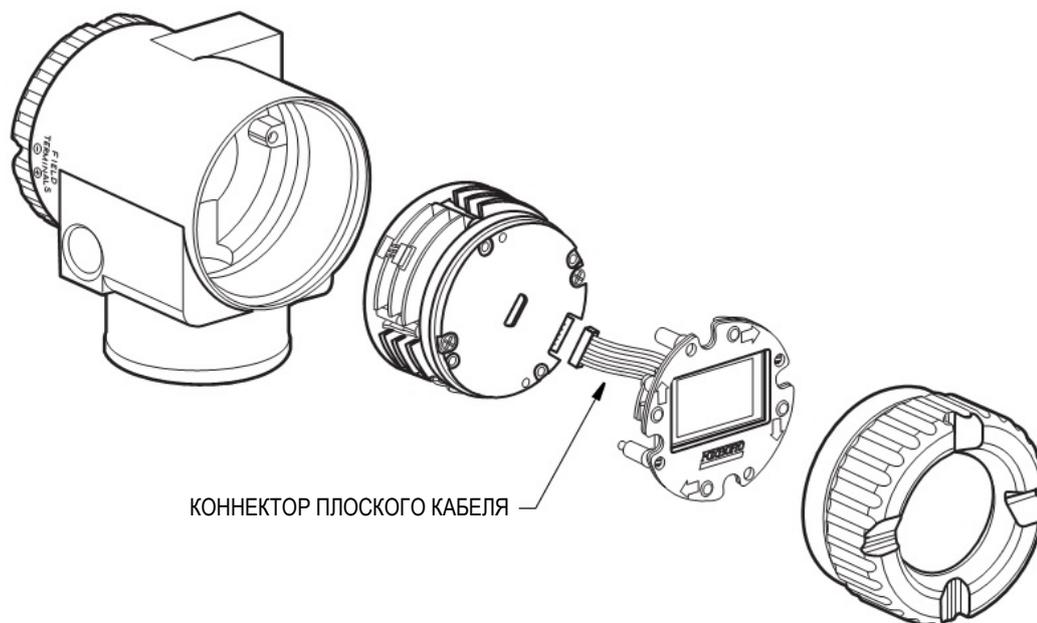

Рисунок 51. Подключение дисплея
6. Если электронный модуль был оснащен дисплеем, установите дисплей на место. Аккуратно уложите плоский кабель в пространстве между дисплеем и электронным модулем, так чтобы он не был зажат. Молдинг дисплея должен упираться в молдинг модуля, прежде чем затягивать винты. См. рисунок 51.